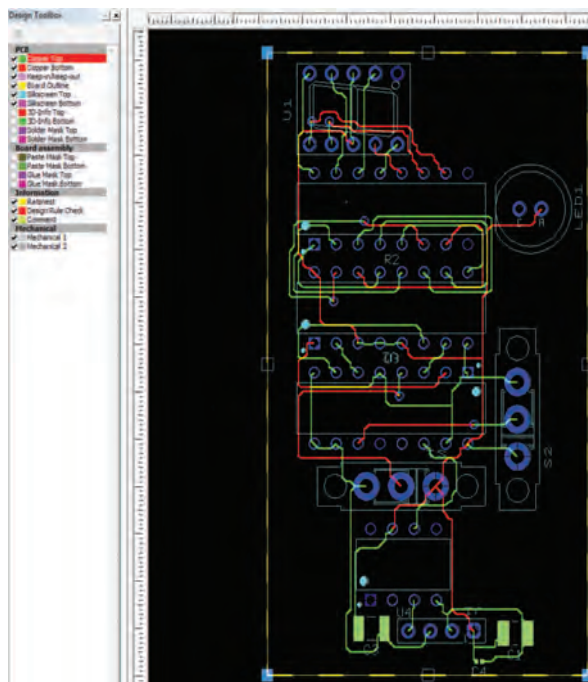

Рис. 18. Результаты автоматической трассировки платы
4. Для автоматической трассировки необходимо выбрать пункт меню Autoroute/Start/resume autorouter. Результаты автотрассировки приведены на рис. 18. После завершения трассировки можно установить требуемые размеры платы. Для этого достаточно нажать правую кнопку “мыши” и в выпадающем контекстном меню выбрать пункт “Select All”. На изображении контура печатной платы появятся маркеры, с помощью которых можно трансформировать ее размеры.
Слева от рабочего окна (рис. 18) показаны цвета слоев и элементов платы. Можно отклю-